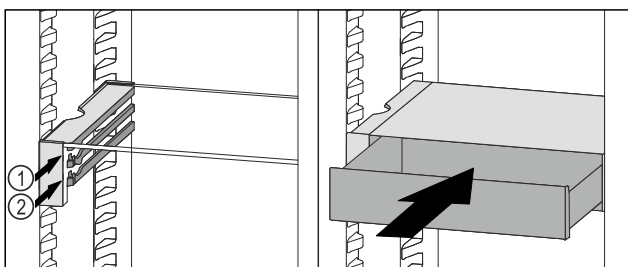

Fig. 94
- VarioSafe-Schubfach hinter den Stoppern auf gewünschter Rippe Fig. 94 (1) oder Fig. 94 (2) aufsetzen.